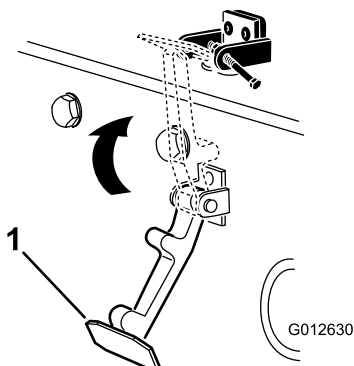

Рисунок 15
6. Введите защелку в зацепление с кронштейном защелки капота (Рисунок 15).